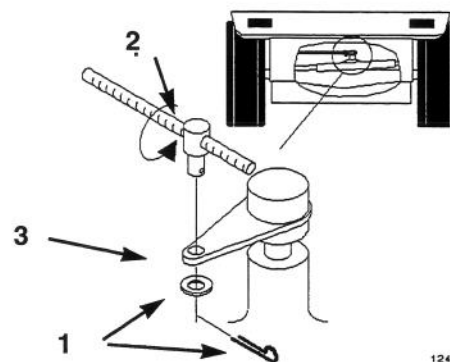

Figure 26
Le levier de frein se trouve en haut de la boîte pont (Fig. 26). Si le frein de stationnement ne suffit pas à immobiliser la machine, un réglage est nécessaire.
3. Pour régler le frein, déposer la goupille et la rondelle du levier (Fig. 26).
4. Tourner le tourillon pour qu'il glisse facilement dans le levier de frein (Fig. 26).
5. Fixer le tourillon au levier de frein avec la rondelle et une goupille (Fig. 26).